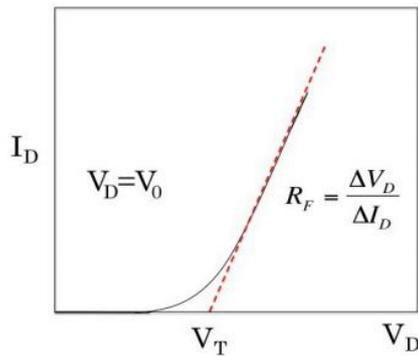

Fig. 3. Curva característica de diodo semiconductor
De la curva característica del diodo podemos estimar los valores del **voltaje umbral** (VT) y **resistencia en conducción** (RF) dibujando una línea tangente de la curva y calculando su pendiente e interceptando, como muestra la **fig 3**.